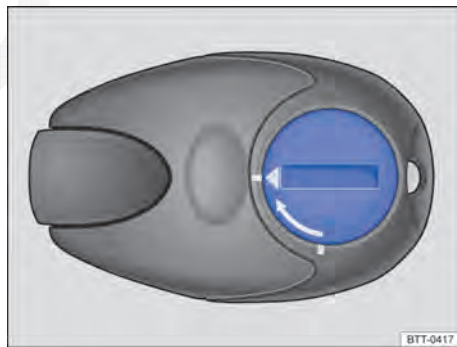

Fig. 183 Aquecimento estacionário: cobertura da bateria do controle remoto.
- Com um objeto plano e sem pontas, por exemplo, uma moeda, gire a ranhura no sentido contrário ao da seta, até a marcação, para abrir a cobertura ⇒ Fig. 183.
- Colocar a bateria nova. Atentar para a polaridade correta e utilizar baterias do mesmo modelo ⇒ ①.